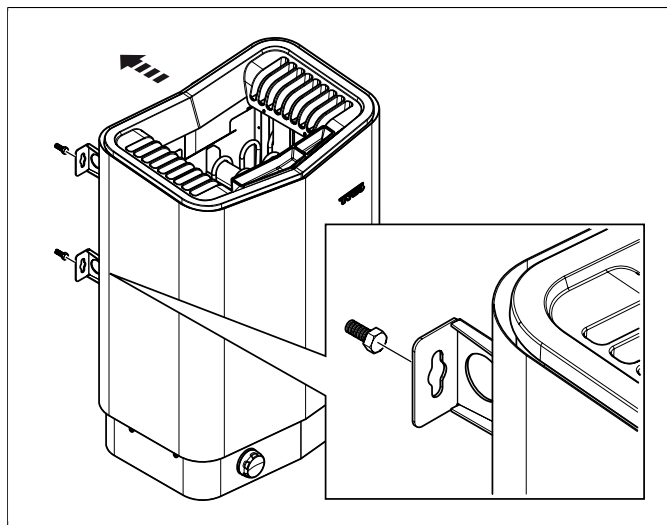

Рисунок 10: Подвесьте устройство.
9. Закрепите устройство за винты см. **Рисунок 10**, страница 5.